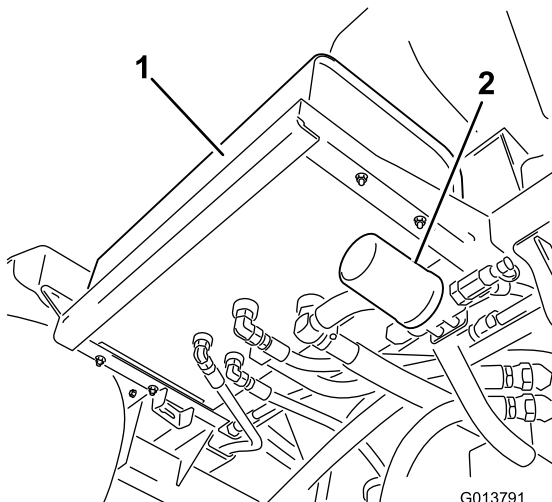
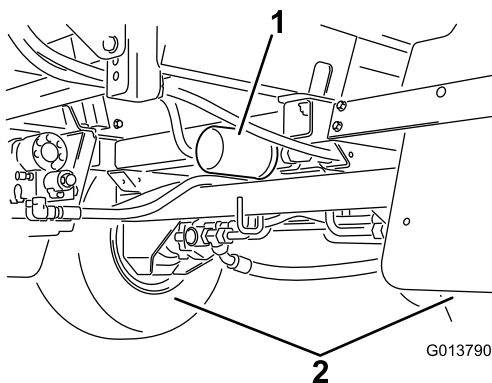

Figure 88
Figure 89
- Localisez les 2 filtres hydrauliques sur la machine (Figure 88 et Figure 89).